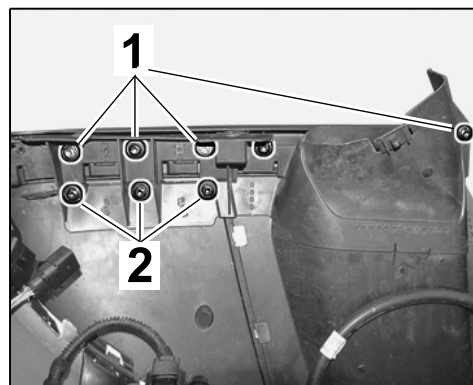

Рис. 14
- 7.3.4 Привинтить новый нижний спойлер к новому переднему спойлеру с помощью ранее вывернутых винтов ⇒ *Рис. 14 -1-*. Дополнительно затянуть с помощью новых винтов ⇒ *Рис. 14 -2-*.